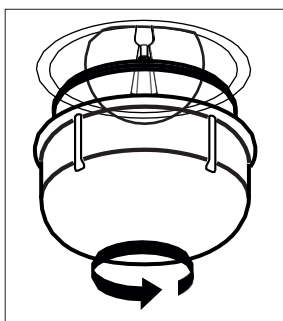

Рисунок 23
2. Снимите стеклянную защиту, повернув ее против часовой стрелки (см. рис. 23). Если защита поворачивается с трудом, используйте пластиковые перчатки.